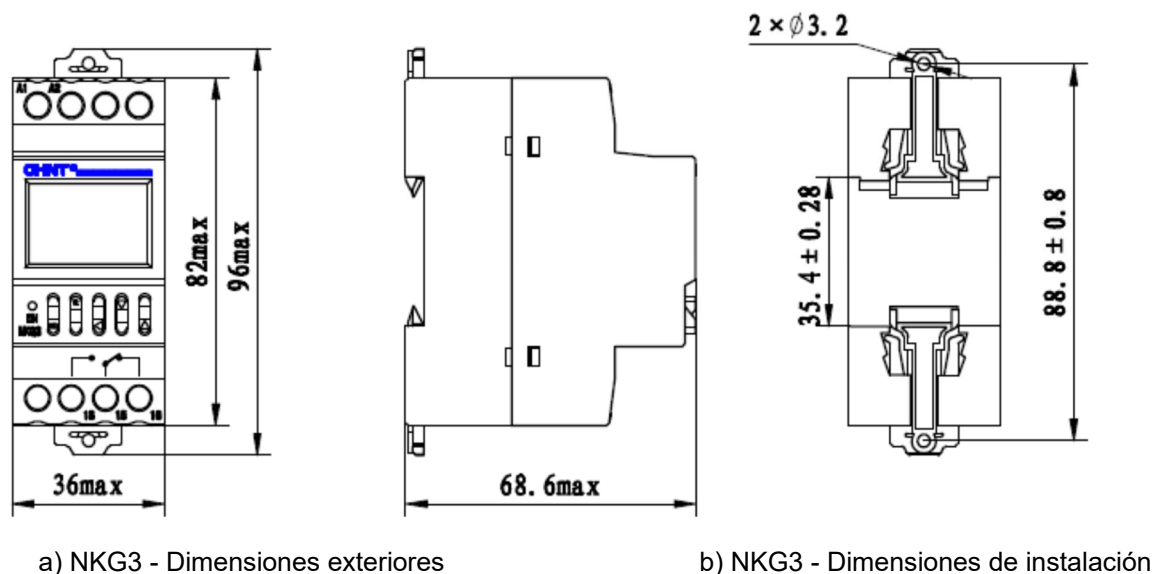

Figura 1 - NKG3-M - Dimensiones exteriores y de instalación
5.1 Dimensiones exteriores y de instalación (ver Figura 1)